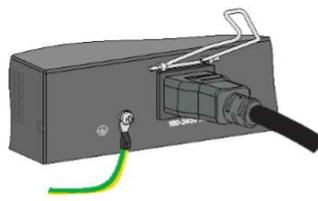

図 2-2 : 固定金具の接続①
- 3) 図 2-2に示すように、AC電源ケーブルの固定金具のフックを、AC電源入力ソケットの両側にある穴に取り付けてください。AC電源ケーブルの固定金具を上へ押し上げてください。